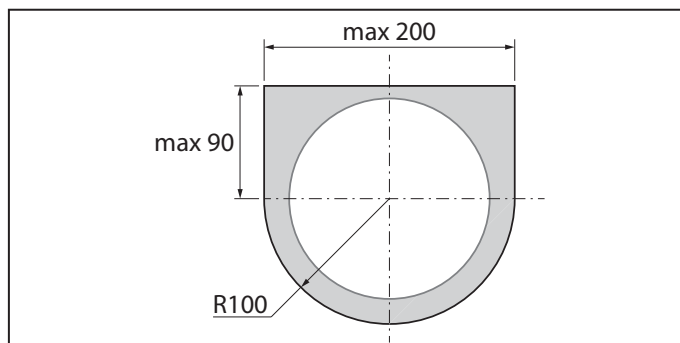

Рис. 8. Размер и форма углубления
2. После подготовки отверстия под канал на внутренней стороне стены необходимо подготовить углубление глубиной 25 мм для кабелей и разъемов, подключаемых к шасси. Форма рекомендуемого углубления изображена на Рис. 8.